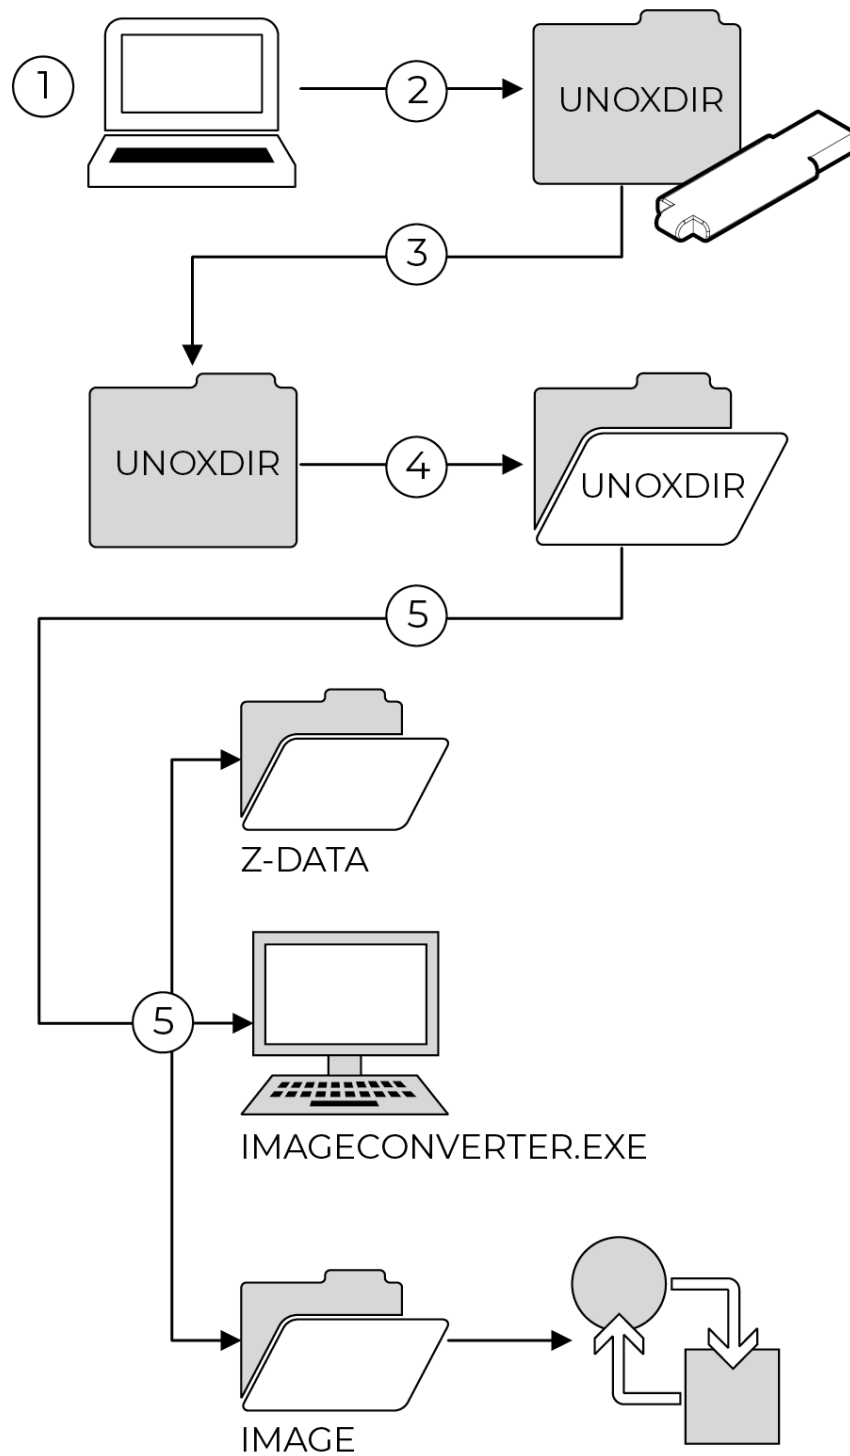

imagen 2
- **importar imágenes / import picture:** importa imágenes desde la memoria USB al horno, como la fotografía de un plato que te haya salido bien. Convierte las imágenes para poder utilizarlas (imagen 2)